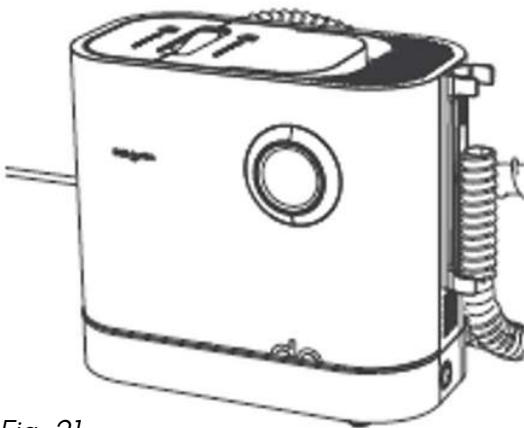

Fig. 21
4. Nadat de vuilwatertank is gereinigd, sluit u de knop en installeert u de vuilwatertank op het apparaat (zie fig.21).